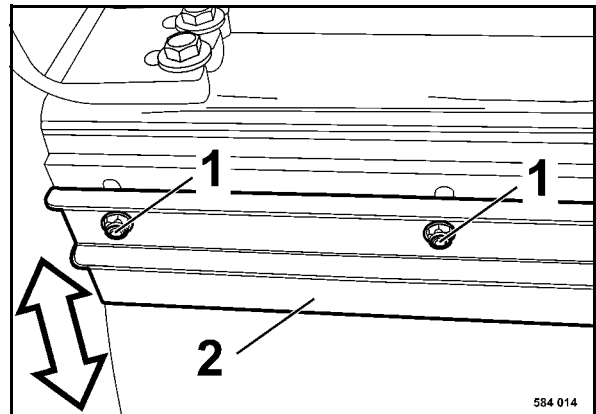

Fig. 159
- Para reajustar los rascadores 2 (Fig. 159) hay que soltar los tornillos de fijación (1) en los agujeros oblongos y deslizar los rascadores en dirección del rodillo hasta hacer contacto.